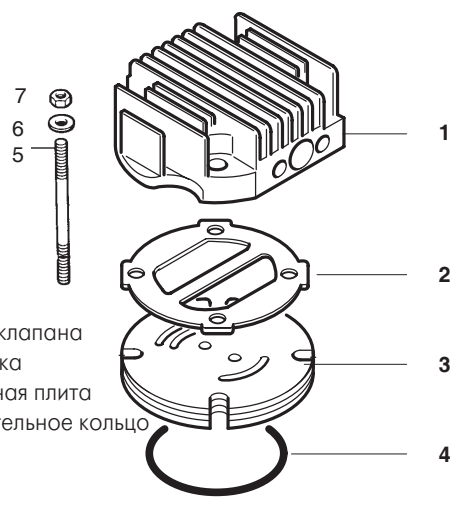

Рис. 27 Головка клапана 1-й ступени
Всасывающий и напорный клапаны 1-й ступени представляет собой комбинированный пластинчатый клапан под головкой клапана, см. рис. 27.
- Отверните четыре гайки (7) с шайбами (6) на головке клапана. Снимите головку клапана.
- Удалите уплотнение (2) и пластинчатый клапан (3).
- При установке нового клапана обратите внимание на выштампованный символ «S», который обозначает сторону всасывающего клапана и должен находиться Рис. 27 сверху. Кроме того, он должен быть направлен к приёмному фильтру, как показано на рис. 27. Сдвоенные отверстия направлены назад к выходу охладителя. Перемычка уплотнения (2) разделяет впускное отверстие от двух выпускных отверстий напорного клапана.